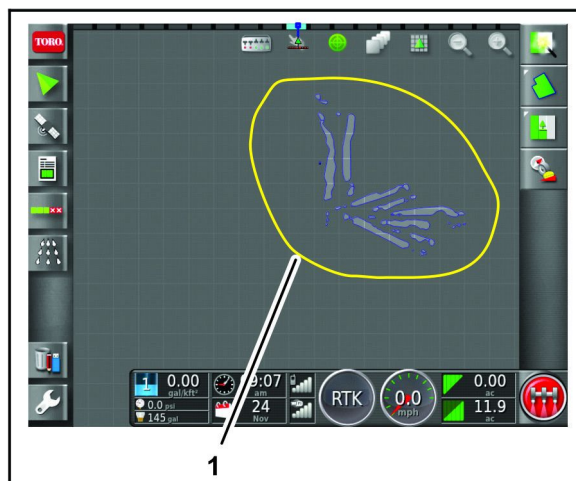

Figura 68
- Un técnico de fumigación utiliza la máquina N° 1 para mapear perímetros de parcela para los hoyos 1 a 9 (Figura 68).